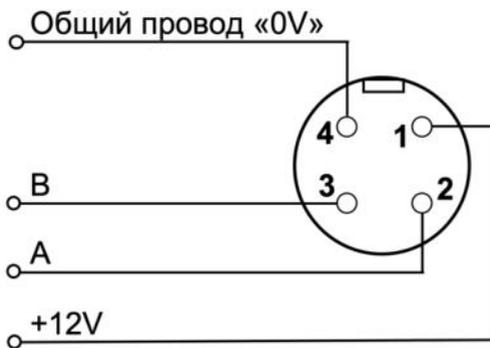

Рис.3. Схема «распайки» кабеля (вид со стороны «распайки» розетки) для подключения ДВ2ТС-6Т-1П-Г.
6.2. Измерительный преобразователь ДВ2ТС подключается к измерительной системе четырехпроводным кабелем. Назначение выводов преобразователя приведено на рис. 3.